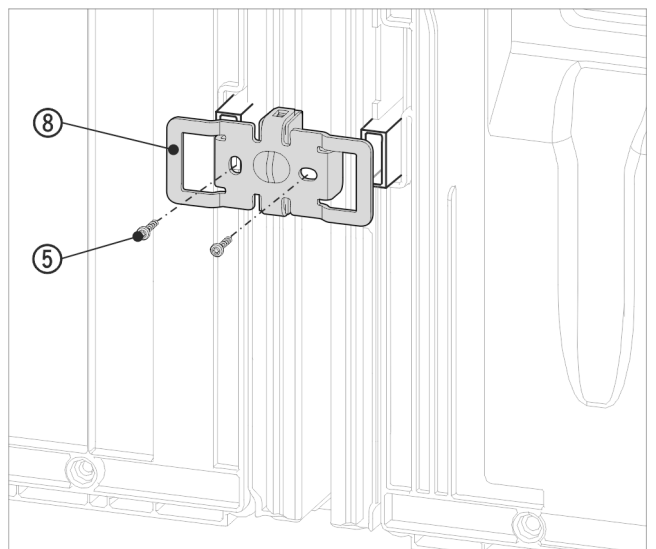

Fig. 19 Atvaizdo pavyzdys
- ▶ Įstumkite kampuotį Fig. 19 (8) iš naujo su angomis virš atstumo iki sienos nustatančios detalės laikiklio.
- ▶ Tvirtai prisukite 2 varžtais Fig. 19 (5).